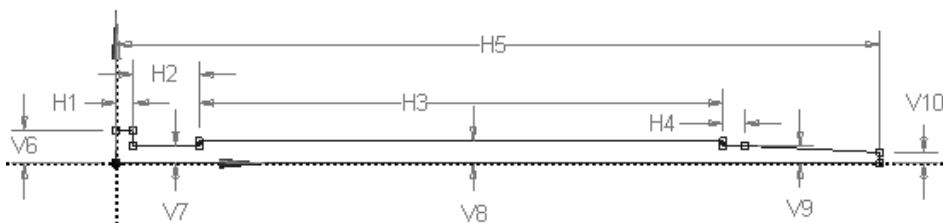

图 3.12.3 草图 1
(1) 绘制图 3.12.3 所示的草图 1。在“草图绘制”工具条的 **XYPlane** 下拉列表中选择 XYPlane 平面为草图平面，单击“New Sketch”按钮 ，绘制图 3.12.3 所示的截面草图，其中 $H1=8$ ， $H2=30$ ， $H3=240$ ， $H4=10$ ， $H5=350$ ， $V6=15$ ， $V7=8$ ， $V8=10$ ， $V9=8$ ， $V10=5$ 。